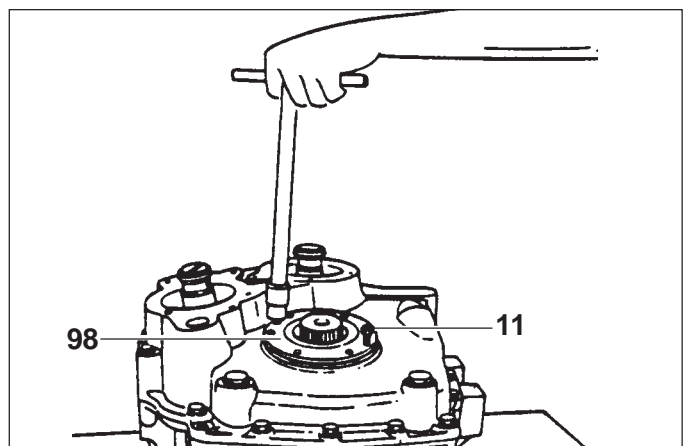

Fig. 12
- 13) Svitare le viti (11) con le rosette (12) togliere la flangia (98), eliminare l'anello OR (96), con un cacciavite estrarre la guarnizione di tenuta (95) (Fig. 12).
- 13) Unscrew the screws (11) with washers (12) and remove the flange (98), discard oil seal ring (96) and with a screwdriver extract oil seal (95) (Fig.12).